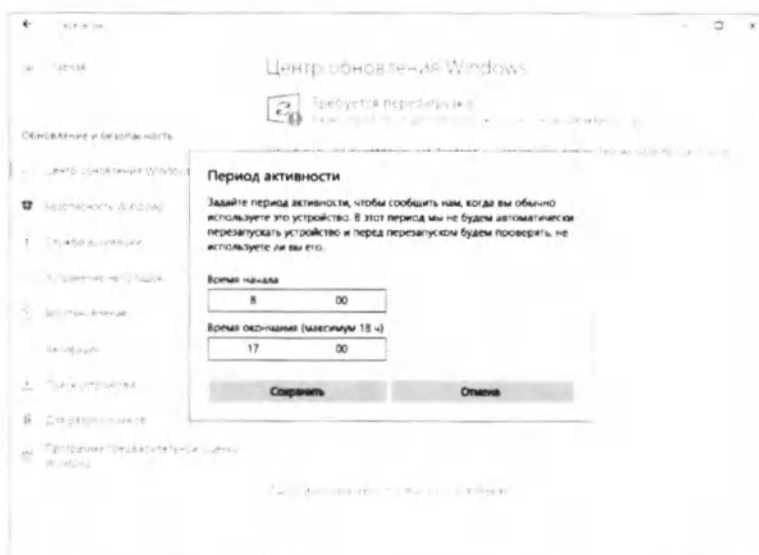

Рис. 23 Рис. 21 Меню настройки времени активной работы
-  См. рисунок 23
Доступ к модулю ISE можно получить после открытия передней крышки. См. Рис. 23.
2. Открутите руками два болта (1) для доступа к расположению электродов.
5. Для установки референсный электрода надавите вниз желтую пластину (3) и вставьте его до упора. Затем отпустите пластину.
6. Установите остальные электроды на их позиции в соответствии с рис. 23. Проверьте, что прокладки (О-кольца) установлены. Подотрите все подтеки.